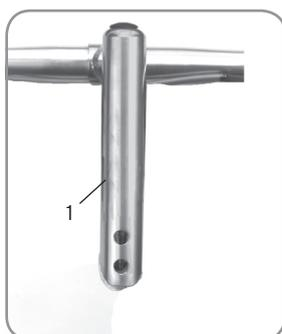

Figure 13. Indicateur d'insertion minimale sur une potence à plongeur
3. Réglez la hauteur du guidon, en veillant à ce que l'indicateur d'insertion minimale soit à l'intérieur du cadre (figure 13). Le plongeur de la potence doit toujours être enfoncé d'au moins 70 mm dans le cadre.
**Une potence à plongeur positionnée trop haut peut endommager le vélo et vous faire perdre le contrôle de celui-ci et chuter. Veillez à ce que l'indicateur d'insertion minimale (figure 13) se trouve à l'intérieur du cadre.**